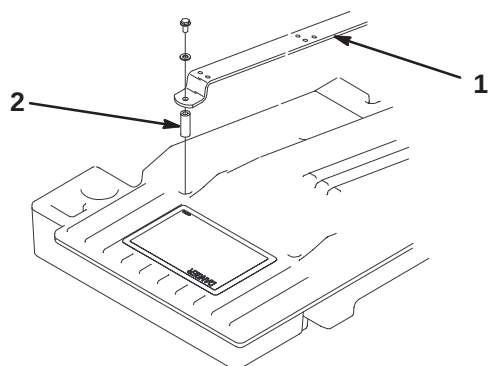

Bild 3
1. Entfernen Sie die Schrauben, Scheiben und Distanzstücke, mit denen die Sitzbefestigungen am Chassis der Zugmaschine abgesichert werden (Bild 3).